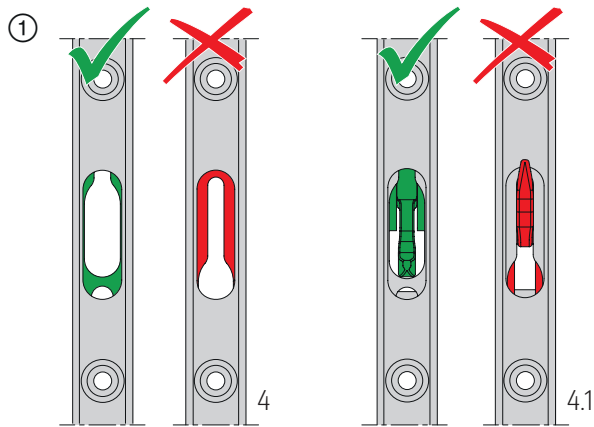
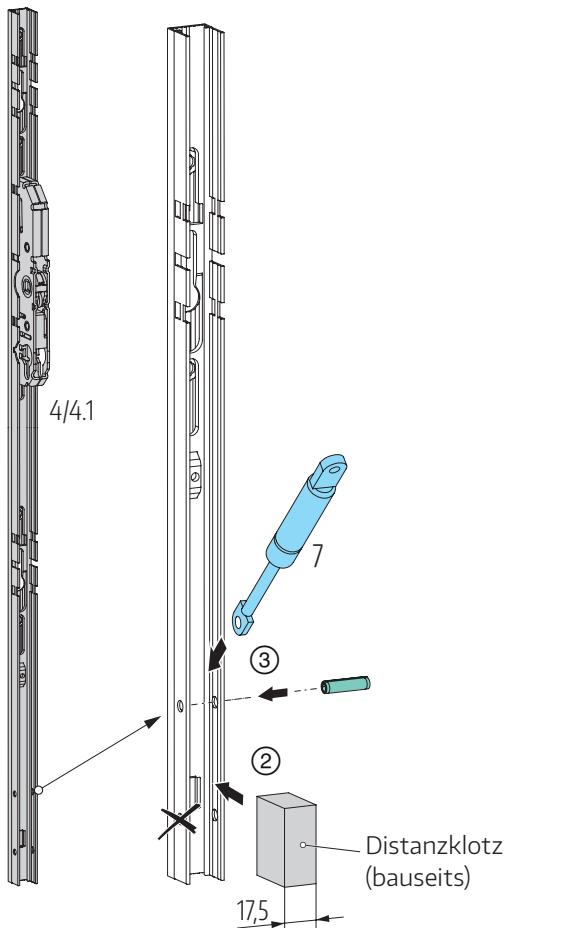
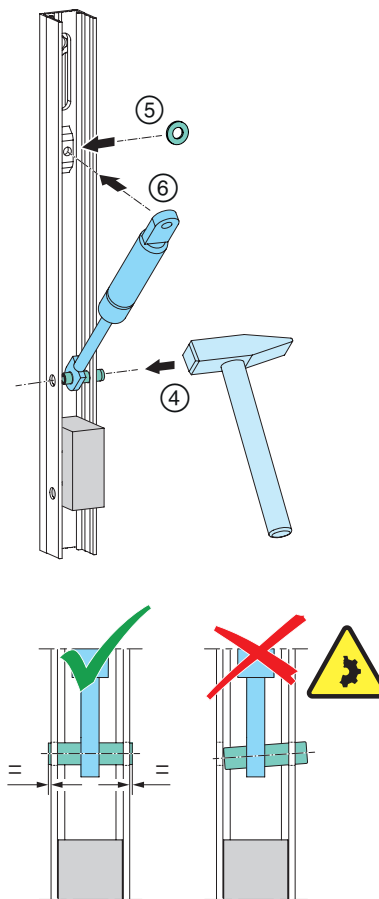
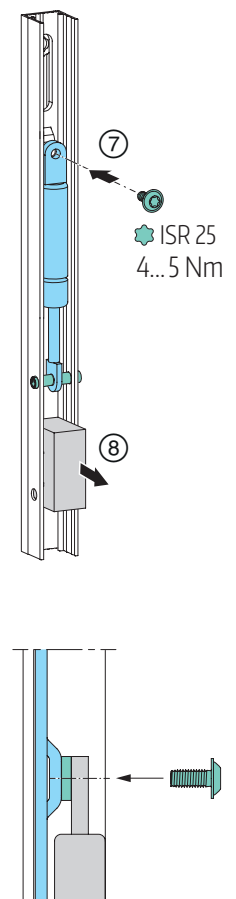

Abb. 11
Abb. 12
Abb. 13
Abb. 14
① Getriebe für Bolzen 4 oder Getriebe mit Haken 4.1 in Schiebstellung (angehobene Position) bringen; **Abb. 11**. ② Distanzklotz (bauseits) als Montagehilfe in Getriebebestulp einsetzen. ③ Gasdruckfeder 7 und Spannstift positionieren; **Abb. 12**. ④ Gasdruckfeder mit Spannstift an Getriebebestulp befestigen. ⑤ Unterlegscheibe positionieren, ⑥ Gasdruckfeder in Getriebebestulp einschwenken; **Abb. 13** und ⑦ mit mittels Schraube ISR 25, 4 ... 5 Nm, mit Riegelstange verbinden. ⑧ Distanzklotz entnehmen; **Abb. 14**. **Wichtig**, siehe Abb. 19 auf Seite 33: Getriebe vor der Montage in Verschlussstellung (1) bringen und mit Bohrer Ø 4,5 sichern (2).